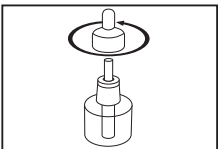

Figura 14
• Retire a tampa do frasco repelente (figura 14) e em seguida estará pronto para ser colocado no ventilador.